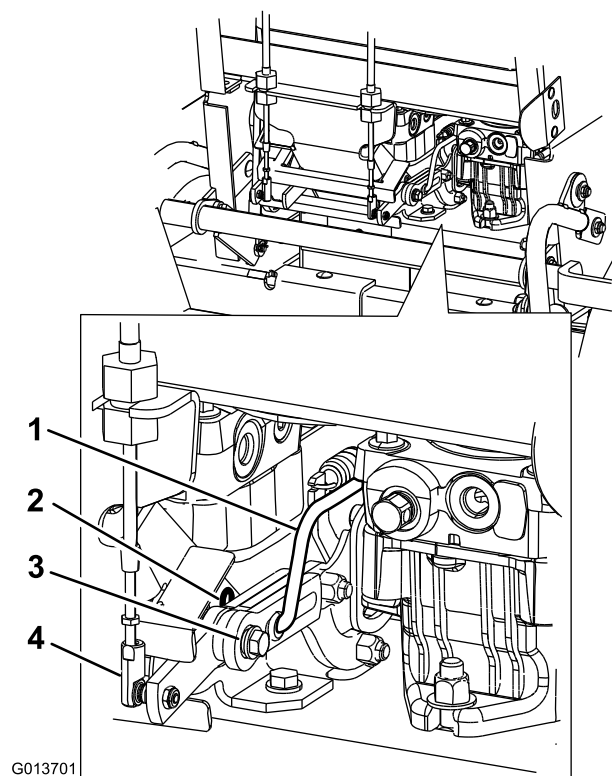

図 2
3. 既存のコントロール・リンケージからヘアピン・コッターとワッシャを外す。フォークとポンプ・アームから既存のコントロール・リンケージを取り外す (図 2)。
4. フォークからケーブルの端部を外す (図 2)。
5. ケーブルからケーブルの端部を外す (図 2)。
6. フォークと上部および下部スイッチ・ブラケットから、ボルト、ナット、スペーサ、ワッシャを取り外す (図 2)。